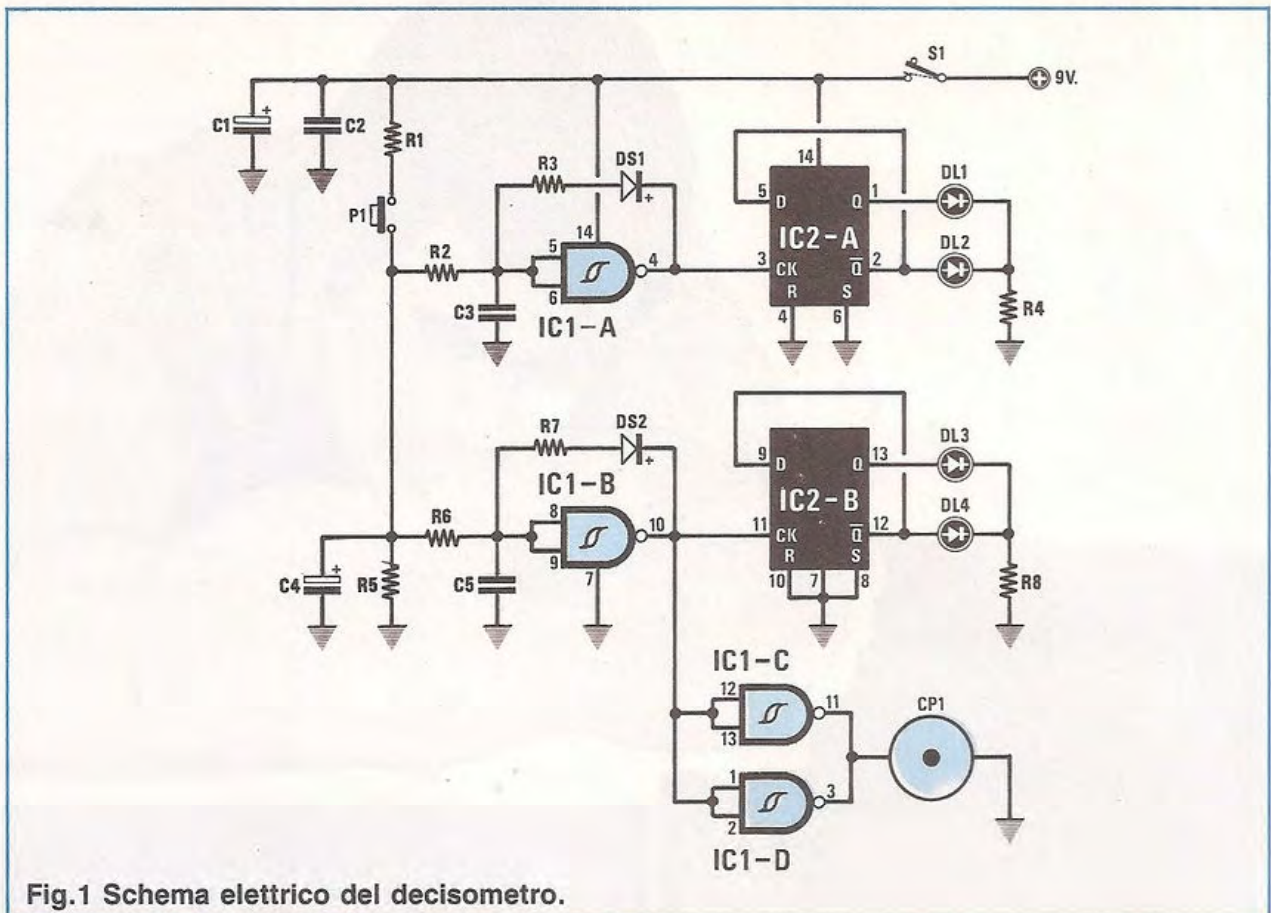

Fig.1 Schema elettrico del decisometro.
Come potrete appurare osservando lo schema elettrico riportato in fig. 1, per realizzare questo Wa-Wa sono necessari due soli transistor di BF tipo BCY59 e un integrato tipo TL.082.
Fig.1 Schema elettrico dello Wa-Wa descritto nell'articolo. Di lato le connessioni dell'integrato TL.082 visto da sopra e del transistor BCY59 visto invece da sotto. Ricordatevi che il terminale più lungo del diodo led è l'Anodo.
Vi ricordiamo ancora che i terminali A-K di tale diodo si individuano in funzione della loro lunghezza (vedi fig.1), comunque, perchè non incorriate in errore, precisiamo che il terminale più lungo andrà inserito nel foro che si trova in prossimità dell'interruttore S1.
Lo schema elettrico, come potete osservare in fig. 1, non è eccessivamente complicato, poichè impiega due soli integrati C/Mos di facile reperibilità, quattro diodi led e poche resistenze e condensatori.
**Fig.1** Foto ingrandita del VU-Meter differenziale Stereo a diodi led, che potrà essere installato su amplificatori, radio, mangianastri, ecc. I terminali dei diodi led, come vedesi in questa foto, andranno infilati frontalmente nel circuito stampato.